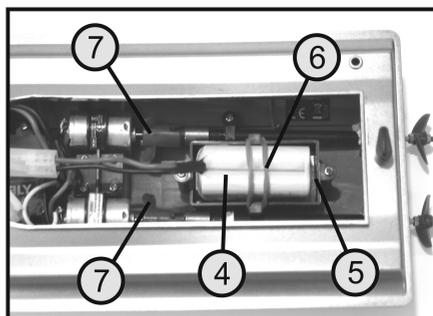

Figure 6
1. Tournez le levier de verrouillage (voir Figure 6, pos. 1) sur le côté et poussez la verrière vers le haut.